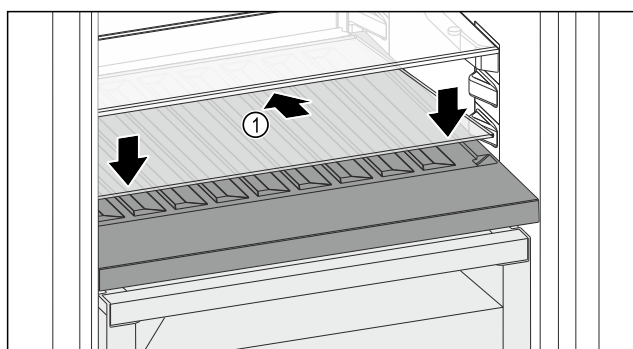

Fig. 182
- Sett på glassplaten Fig. 182 (1) skrått og vippt bakover nede.
- Senk glassplaten Fig. 182 (1) foran.